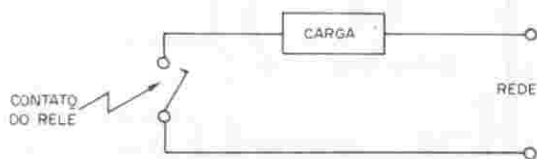

figura 9
- dos terminais do diodo D5 partem as ligações para a bobina do relê, cujos contatos devem ser conectados à carga, conforme ilustra o croqui da figura 9, com a utilização de fio de grosso calibre como, por exemplo, 18 AWG.